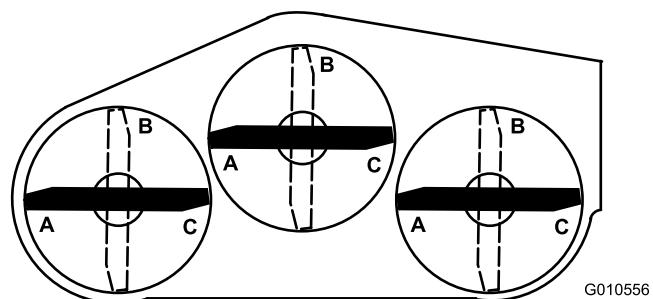

Figure 24
1. Enlevez le contre-écrou du boulon qui fixe l'ensemble roue pivotante à la fourche (Fig. 24). Maintenez la roue pivotante et sortez le boulon de la fourche.
- Placez les 3 lames dans la position A (Figure 24) et mesurez la distance entre la surface plane et le bas de la pointe de chaque lame (Figure 25).
- Notez la mesure relevée au point A, puis tournez les lames à la position B (Figure 24), mesurez la distance entre la lame et la surface plane pour toutes les lames, et notez ces valeurs (Figure 25).
7. Tournez les lames à la position C, mesurez, puis notez la distance mesurée (Figure 24 et Figure 25).